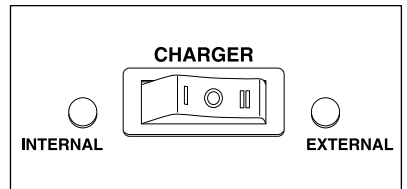

Fig. 5
- Si la tension est supérieure à 5V, branchez le cordon d'alimentation du RESCUE 4000HD/4050HD dans une prise 120V AC et mettre l'interrupteur à bascule sur le devant de l'appareil pour EXTERNE. (Fig. 5)